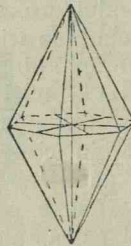

Fig. 148. Piramida hexagonală de al doilea fel.
*solid prin câte o față,* obținem o piramidă hexagonală. Aceasta are fețele în dreptul muchiilor de la prisma din care derivă. Ea se numește, pentru acest cuvânt, **Piramida hexagonală de al doilea fel**, fig. 148.